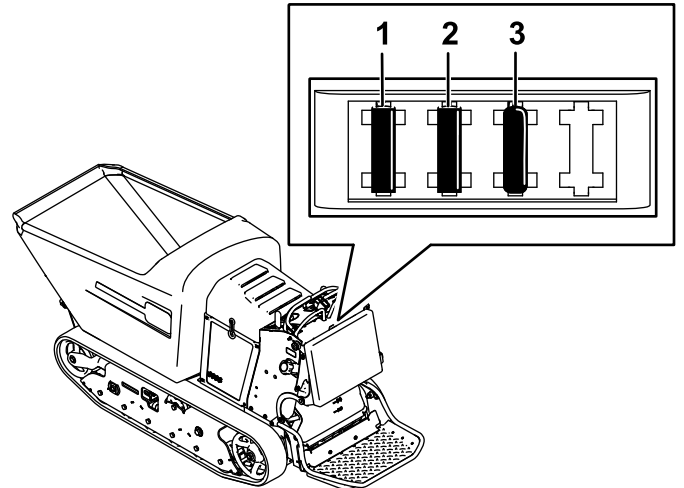

**Figure 32**
5. Quand la batterie est chargée au maximum, débranchez le chargeur de la prise, puis débranchez les fils du chargeur des bornes de la batterie (Figure 32).